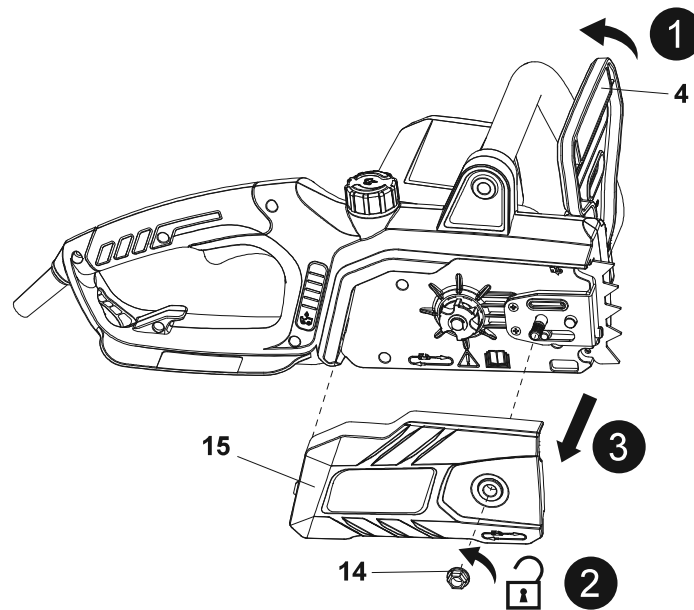

Fig. 1
2. Retire la protección delantera (4) para desconectar el freno de cadena (Fig. 1, paso 1).
3. Afloje la tuerca de bloqueo (14) hacia la izquierda con la llave incluida (25) y, a continuación, retírela junto con la cubierta de la motosierra (15) (Fig. 1, pasos 2, 3).